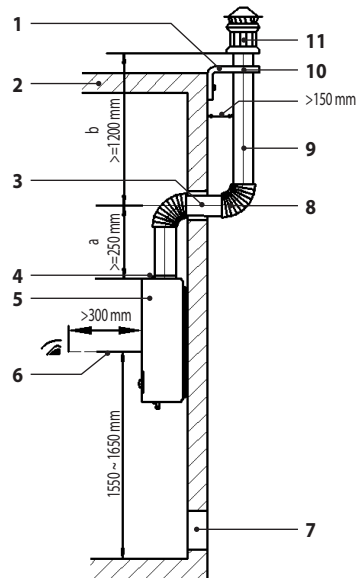

Figura 5.8
Poiché questo scaldabagno è del tipo aspirato, il tubo di scarico fumi va installato come in figura (Figura 5.8).
- Per la funzione di protezione dall'ostruzione del tubo di scarico è necessario installare quest'ultimo come indicato in Figura 5.8. È molto importante mantenere le dimensioni di $1450 \text{ mm} \leq a + b \leq 1850 \text{ mm}$. La tenuta stagna del tubo di scarico di gas deve essere adeguata. Dopo aver installato il tubo, assicurarsi che lo scaldabagno funzioni normalmente.